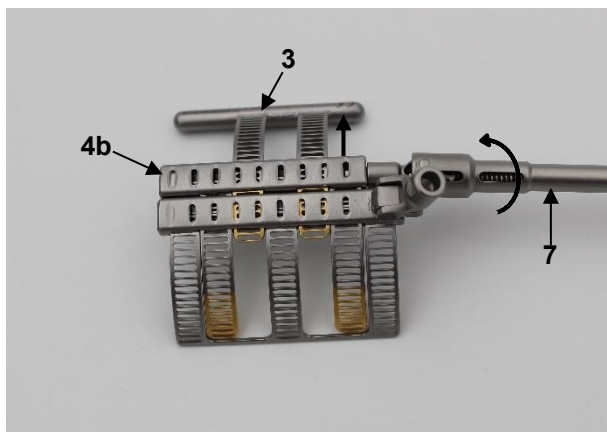

Fig. 2a
Para ello, gire el mecanismo de transporte del módulo de caja del elemento primario (4b) en el sentido de las agujas del reloj con un destornillador adecuado (7) (Fig. 2a) hasta que los dos primeros orificios ranurados de color dorado sobresalgan del módulo de caja del elemento primario (4b), como se muestra en la figura 2b.